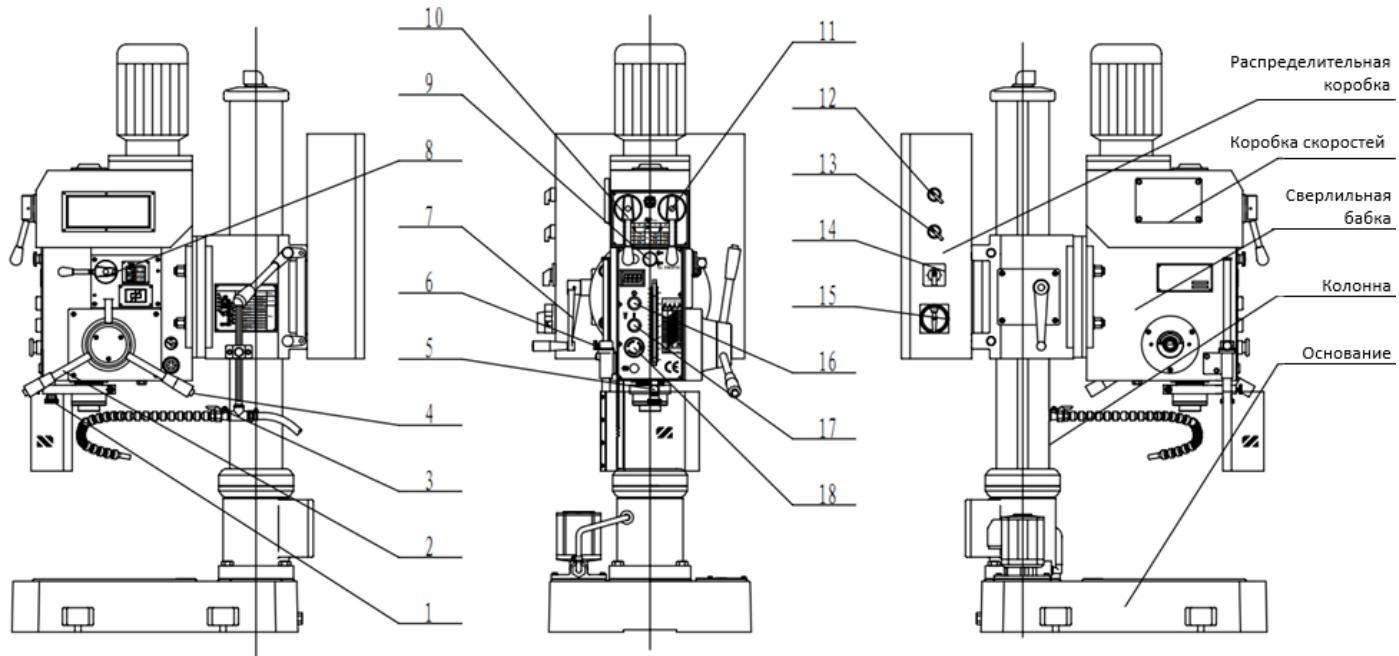

Рис. 1
Для включения станка переведите главный выключатель (15, рис.1) в положение «ON». На панели управления головки станка зажжется индикатор сети. Выберите необходимую скорость вращения шпинделя, пользуясь переключателями (10, 11, 14, рис.1). Проверьте, что кнопка аварийного останова не нажата, в противном случае поверните ее против часовой стрелки для освобождения. Защитный экран должен быть закрыт. При открытом экране станок не запустится. Включите вращение шпинделя, нажав на кнопку (17, рис.1)
Пользуясь таблицей, расположенной на передней части сверлильной головки, выберите необходимую скорость и установите требуемые положения ручек (10, 11, 14, рис.1) Существует два способа подачи по требованиям конкретных условий обработки:
Ручная подача: На сверлильной бабке справа расположены три рычага подачи (2, рис.1). Установите переключатель (13, рис.1) на режим сверления. Возьмитесь за любой из трёх рычагов и опустите вниз. Шпиндель начнёт двигаться вниз, если рычаг поворачивать против часовой стрелки. Шпиндель начнёт двигаться вверх, если рычаг поворачивать по часовой стрелке.
рис.1) на режим сверления. Запустите шпиндель (17, рис.1). Поверните рычаг подачи пиноли на себя и нажмите на кнопку (4, рис.1). Включится автоподача. После достижения заданной глубины сверления или при повороте рычага от себя автоподача отключится и пиноль вернется в исходное положение.
Для серийного производства необходимо задать глубину сверления. Для этого существует шкала спереди сверлильной бабки. Ослабьте винт с накаткой (5, рис.1) поворотом рукоятки (1, рис.1), перемещением шкалы задайте нужную глубину, затяните винт (5). Теперь глубина сверления задана.
Установите требуемую скорость вращения шпинделя положением ручек (10, 11, 14, рис.1). Установите переключатель (13, рис.1) в режим нарезания резьбы. Запустите шпиндель (17, рис.1) Поверните рычаг подачи (2) и приблизьте метчик к заготовке. Необходимо приложить некоторое усилие (в зависимости от размера резьбы) для входа метчика в отверстие. При достижении необходимой глубины нарезания резьбы нажмите на кнопку (4, рис.1), направление движения шпинделя сменится на противоположное и метчик выйдет из заготовки. Также реверс автоматически включается при достижении заданной глубины сверления. После возвращения пиноли в исходное положение направление движения вернется к первоначальному.
Остановить станок можно, нажав на кнопку (16, рис.1). Если требуется аварийная остановка при работе, нажмите кнопку аварийной остановки (18, рис.1), что приведёт к отключению станка.
Станок оснащён устройством быстрой смены режущего инструмента, управляемым рукояткой (9, рис.1). Надавите рукоятку (9) в направлении сверлильной бабки, если требуется установка режущего инструмента. При снятии инструмента надо немного выкатить пиноль, вытянуть рукоятку (9), и, придерживая режущий инструмент левой рукой, поднимите пиноль, инструмент выпадет вниз.